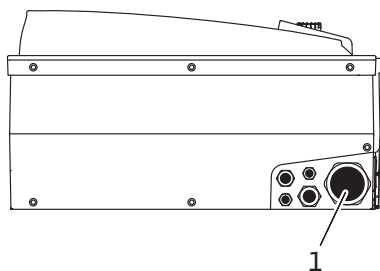

Fig. 23: Kaapeliläpivienti M40
- Verkkoliitäntäkaapeli on vietävä kaapeliläpiviennin M40 (Fig. 23, kohta 1) kautta.